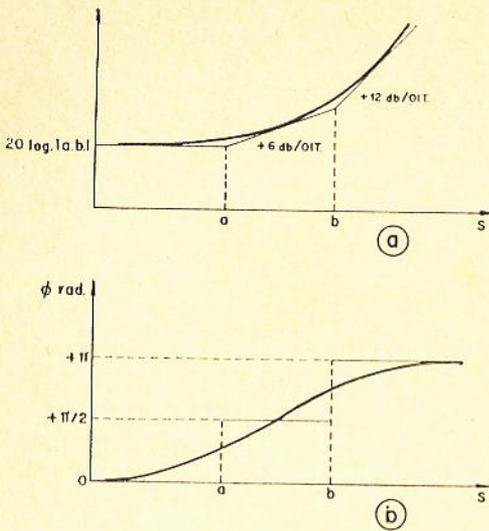

Figura 8
f) $(s + a) (s + b)$ (figura 8)